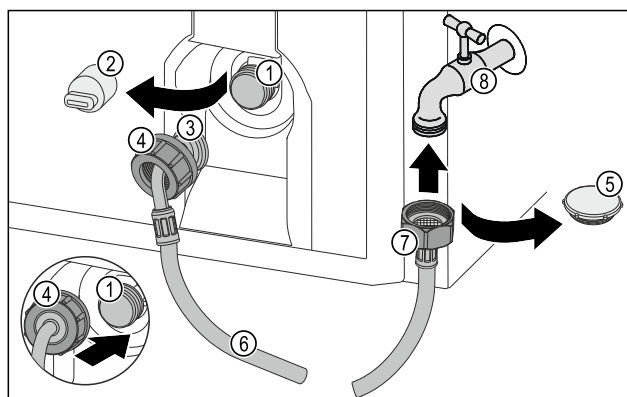

Fig. 72
- ▶ Skinite poklopac Fig. 72 (5).
- ▶ Postavite ravni kraj crijeva Fig. 72 (7) na slavinu Fig. 72 (8).
- ▶ Pritegnite maticu na ravnom kraju crijeva Fig. 72 (7) u smjeru kazaljke na satu.